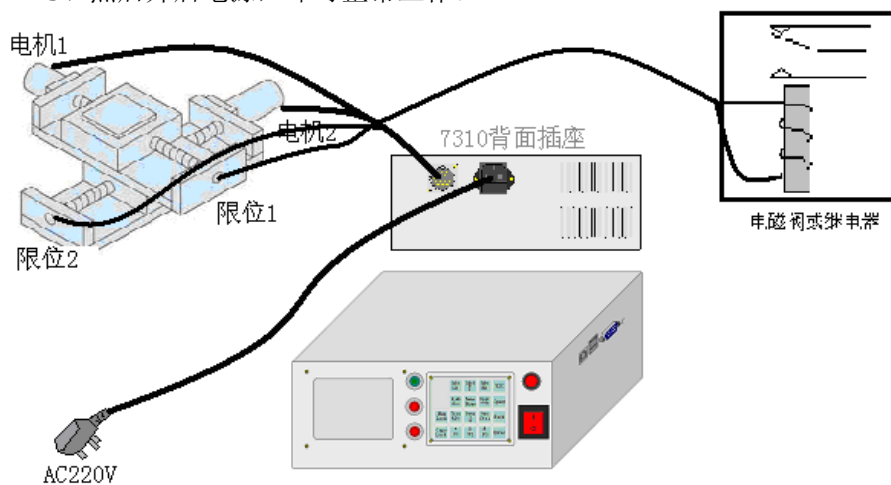

图 3-1 采用 LT7310 控制器组成的系统示意图
- 1、将 LT7310、电机等用相应定制电缆按照图 3-1 所示连接；
LT7310 控制器需要外界提供 220V/50HZ 交流电源，如图 3-1